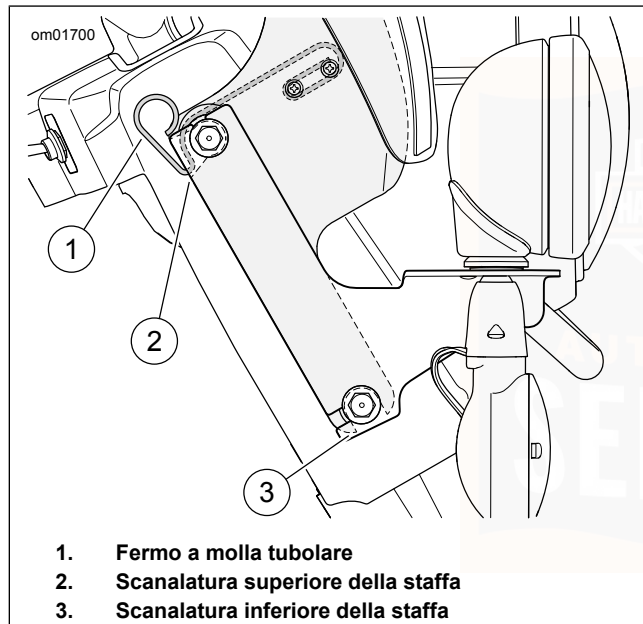

Figura 51. Parabrezza rimovibile
1. Vedere Figura 51. Sollevare i fermi a molla tubolare su entrambi i lati della staffa del parabrezza.
1. Vedere Figura 51. Posizionare saldamente il fondo della staffa del parabrezza per impegnare gli occhielli inferiori.